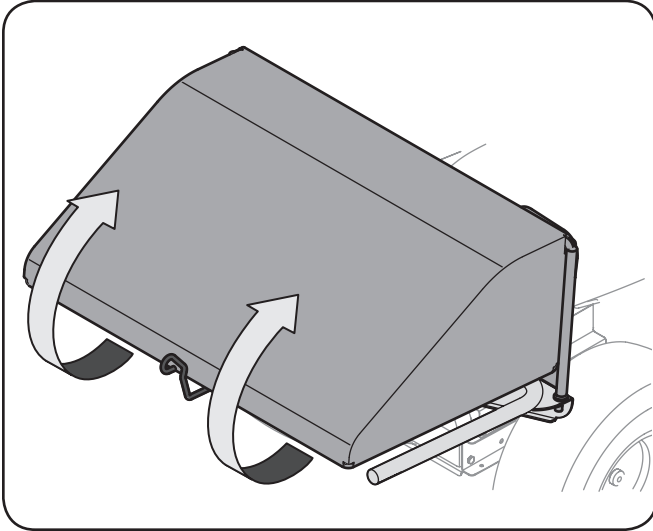

Figure 1
1. Ouvrez le couvercle du sac à herbe en soulevant la partie inférieure arrière du couvercle et en le faisant pivoter vers le haut. Consultez la Figure 1. Il n'est pas nécessaire de retirer la goulotte d'évacuation pour vider le sac à herbe.